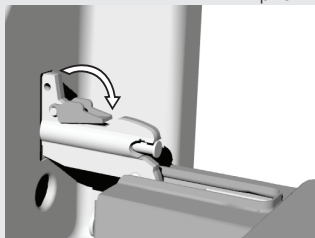

рис. 2
- Откиньте фиксаторы назад на  $90^\circ$  (при плавном закрывании дверцы, рис. 2).